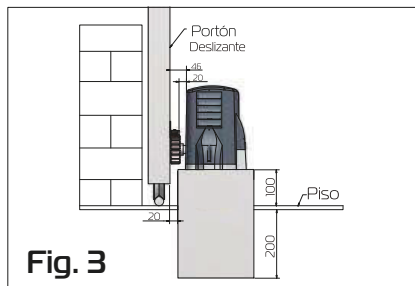

Fig. 3
5. Debe tener cuidado con la ubicación del equipo ante eventuales inundaciones (Fig 3). Y después de instalado, debe tener precaución con el uso de equipo de aseo (agua de alta presión).
b) Definir la forma de anclaje: Directamente a estructura de hormigón con los pernos y tarugos incluidos (Fig. 3). El motor debe quedar bien anclado y se debe tener precaución con la ubicación ante eventuales inundaciones. Después de instalado debe tener cuidado con el uso de equipos de aseo de alta presión.